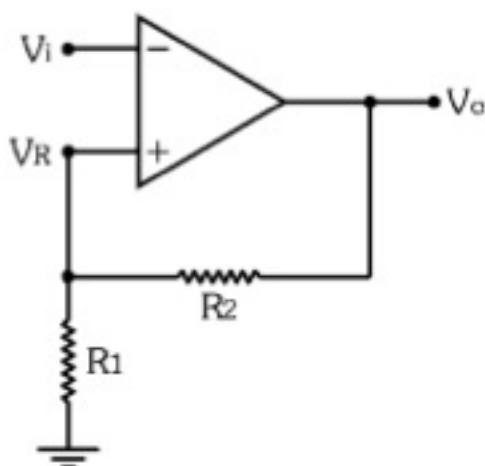

Figura 8.44 - Comparador.
8.4) Calcule  $V_R$  e forneça a curva de transfer\~encia para o circuito apresentado na Figura 8.44.